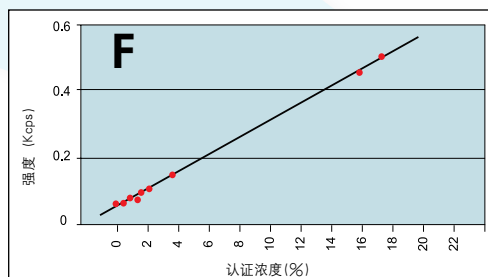

图2. 炉渣中F的校正曲线。估计标准误差在0.1%到17%范围中为0.2%
- 预先配置的ARL OPTIM' X炉渣分析仪是冶金炉渣分析的完整解决方案, 详见www.thermoscientific.com/optislag。如图2中的校正曲线所示, 使用SmartGonio测角仪或固定道对F进行分析是没有任何问题的。ARL OPTIM' X的卓越精确度如表2所示, 其中包括氟的分析数据